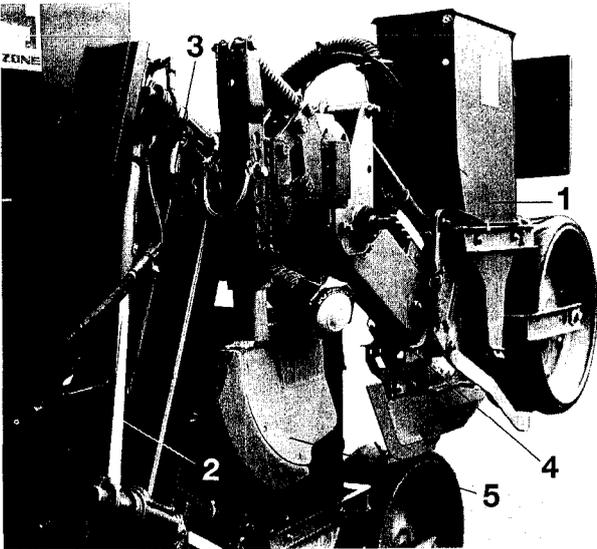
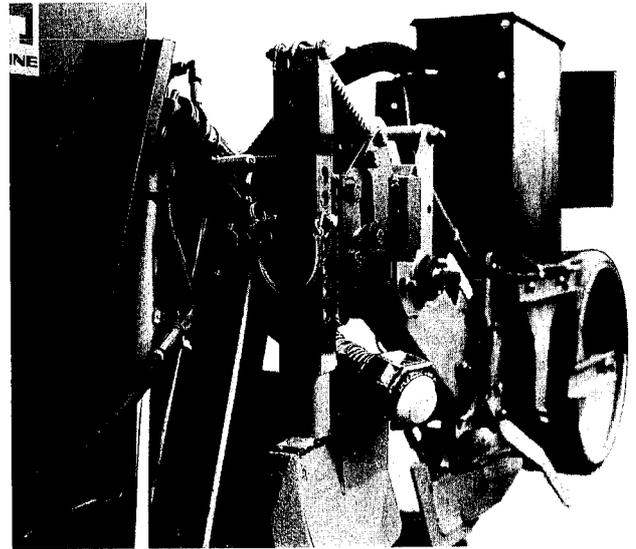
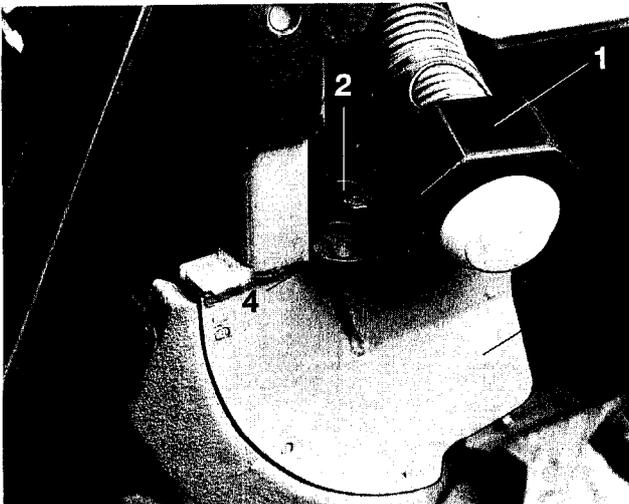

Fig. 29
Fig. 30
Fig. 31
- **Bei der ED 450-K die äußeren Säaggregate (Fig. 29/1) mittels Hydraulikzylinder (Fig. 29/2) in Transportstellung hochschwenken und mit Bolzen (Fig. 29/3) in dieser Position verriegeln.** Im verriegelten Zustand nimmt der Bolzen (Fig. 29/3) die in Fig. 29 dargestellte Position ein. Zum Entriegeln wird der Bolzen (Fig. 29/1) in die Position gemäß Fig. 30 verschwenkt.
- Die Düngerspindelspiralen (Fig. 29/4) lassen sich in zwei Positionen am Düngerschar befestigen. Fig. 31 zeigt die Arbeitsposition. Hierbei ist die Düngerspindelspirale (Fig. 31/1) in dem hinteren Langlochschlitz (Fig. 31/2) befestigt. Zur Reduzierung der Transportbreite läßt sich die Spindelspirale durch Verschwenken vom Düngerschar (Fig. 31/3) abnehmen und in dem vorderen Langlochschlitz (Fig. 31/4) befestigen.
**Bei dem AIRPLANTER ED 450-K werden die äußeren Säaggregate nach Lösen der Transportverriegelung (Fig. 29/3) hydraulisch heruntergeklappt (hierzu s. Kap. 7.0). Hierzu muß der Schlepper mit einem doppeltwirkenden Steuerventil ausgerüstet sein. In der heruntergeklappten Position werden die äußeren Säaggregate automatisch hydraulisch verriegelt.**